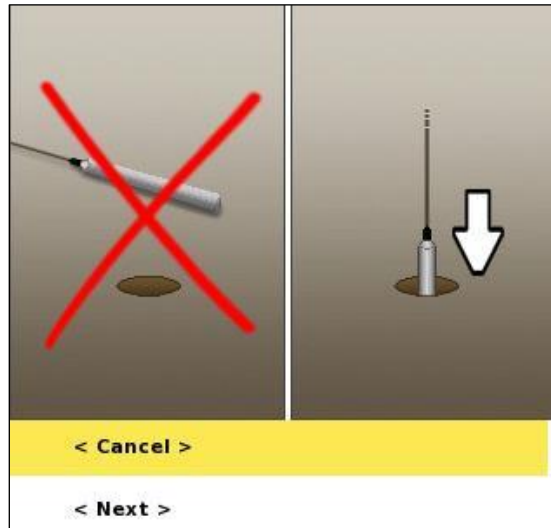

Figura 89 Cuadro de diálogo de nivel de primera comprobación
- El primer diálogo (Figura 89) indica al usuario que baje la sonda al pozo